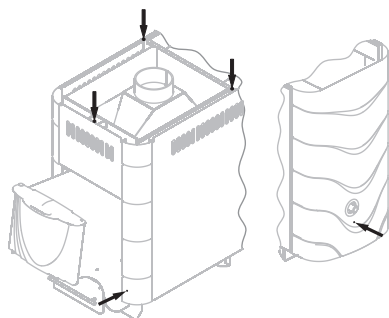

Рисунок 20. Саморезы для демонтажа конвектора печи «Компакт 2013 Б»
3. Снять конвектор, открутив 6 саморезов (рисунок 20).